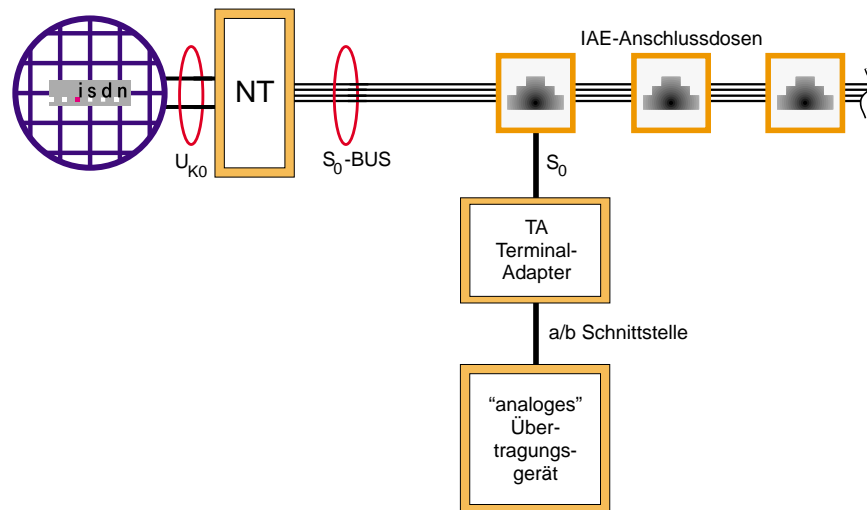

Abbildung 12
Herkömmliche ÜG (AWAG oder AWUG), die zum Anschluss an den analogen Telefonanschluss vorgesehen sind, können nur indirekt an ISDN angeschlossen werden. Man benötigt dazu einen sogenannten Terminal-Adapter (TA) mit analogem Eingang (a/b), der zwischen das ÜG und den S_0 -BUS installiert wird. [Abb. 12]